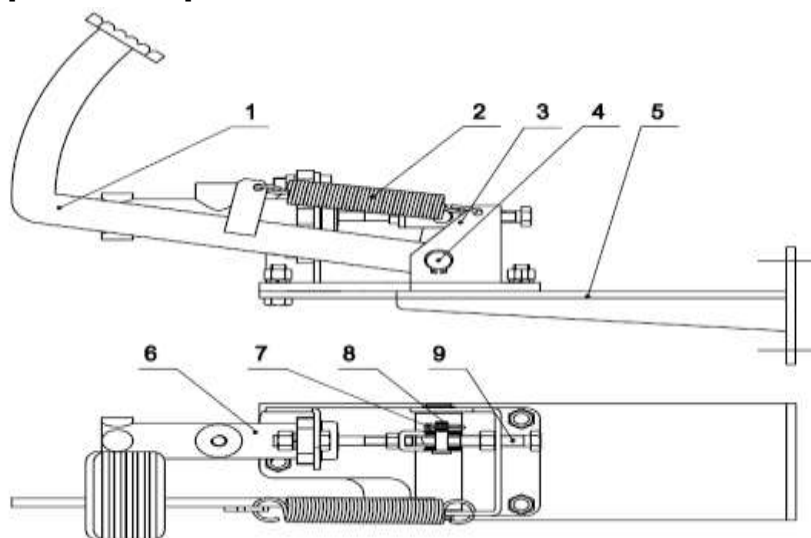

Рис. 10 – Ножной тормоз
Регулировка положения педали тормоза: чтобы отрегулировать положение педали тормоза (высокое или низкое), отрегулируйте винт (9) (рис. 10) и одновременно отрегулируйте длину толкающего стержня.